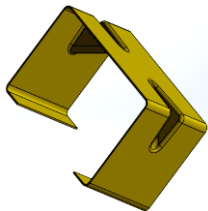

Рис.5. Використання інструменту *Ребро жорсткості*
8. Створити деталь з двома ребрами жорсткості (використати дзеркальне відображення ребра). Розміри вибрати довільно. Приклад - на Рис.5.